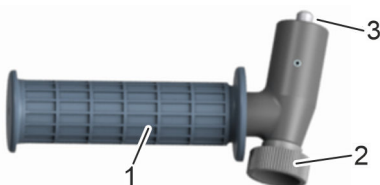

Fig. 10: regolazione della maniglia di sostegno
2. ➔ Assicurarsi che la maniglia di sostegno sia fissata saldamente al collegamento (Fig. 10/3) della chiave idraulica universale.
3. ➤ Regolare la maniglia di sostegno (Fig. 10/1). Per farlo allentare la rotella (Fig. 10/2), ruotare la maniglia di sostegno nella posizione desiderata e bloccarla con la rotella.